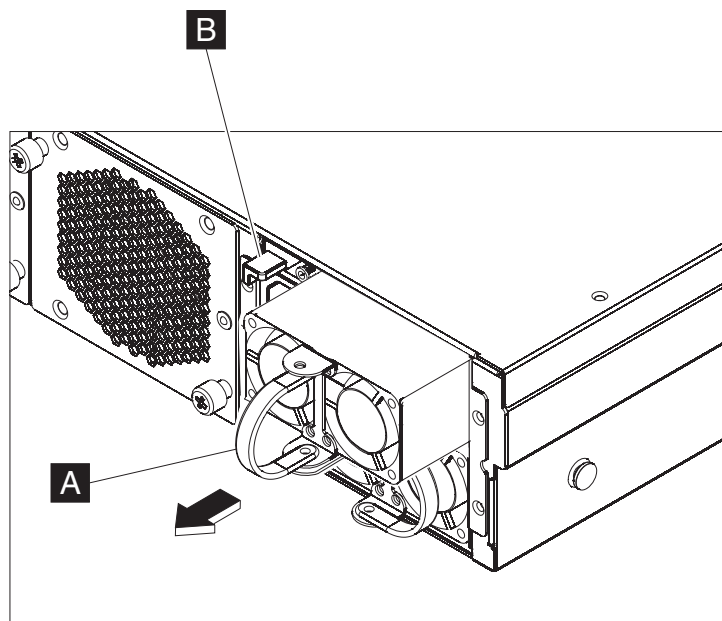

図 16. 電源機構モジュールの取り外し
- a. 47 ページの図 16 に示すように、障害を起こしたモジュールのハンドル **A** をしっかりつかみ、オレンジ色のリリース・ラッチ **B** をハンドルの方向に押し、リリース・ラッチをこの位置のままにします。